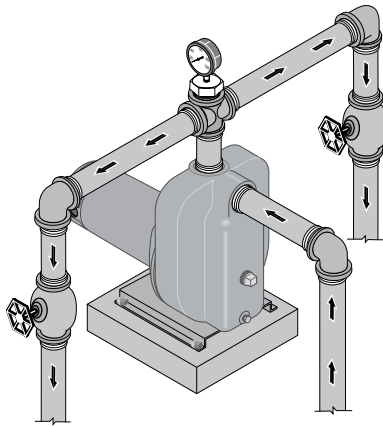

Figure 3 - Refoulement multiple
Cette pompe est conçue pour un bassin, une citerne ou des pointes filtrantes. Le refoulement de la pompe peut être divisé pour alimenter deux (2) systèmes d'arrosage ou plus. Une suggestion de refoulement multiple pour la mise en service est illustrée à la figure 3.